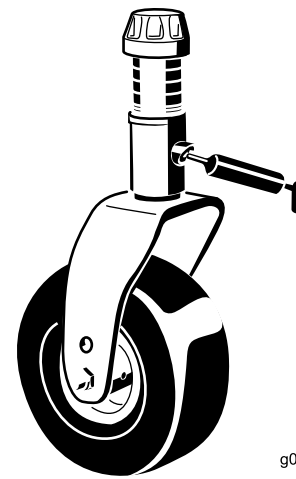

Figure 42
- Bague d'axe de fourche de roue pivotante (1) (Figure 42)
- Bagues de pivot de bras de renvoi (1) (sur le bras de renvoi)